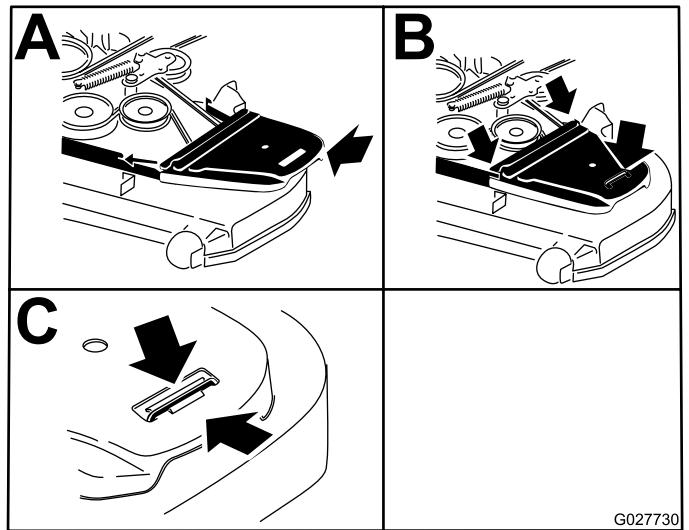

Figura 99
12. Instale as coberturas da correia (Figura 99).